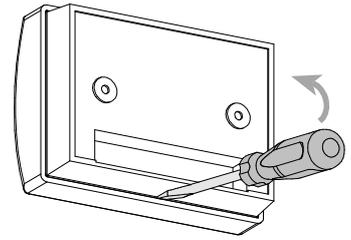

图4. 打开元件
A. 用一个螺丝刀将前盖与底座分开，如图4所示。在内部同时可发现一个电池，两个砖锚（用于墙面固定），以及两个安装螺丝。